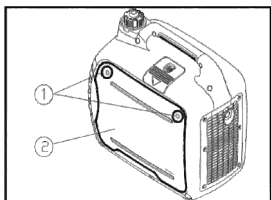

Рис.20
1. Снимите крышку доступа к маслосазливной горловине (2), отвернув болты (1) (рис.20).